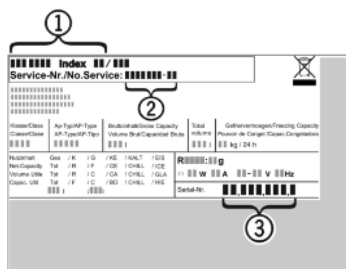

Fig. 12
► Z typového štítku odčítajte označenie zariadenia Fig. 12 (1), servisné č. Fig. 12 (2) a sériové č. Fig. 12 (3). Typový štítok je na ľavej vnútornej strane zariadenia.
- Upovedomte zákaznícky servis a oznámte chybu, označenie zariadenia Fig. 12 (1), servisné č. Fig. 12 (2) a sériové č. Fig. 12 (3).